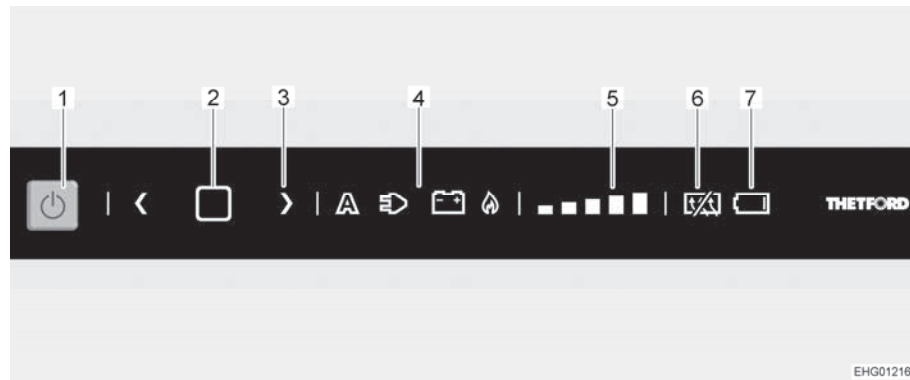

Bild 149 LED-Bedienfeld
- Taste Ein/Aus (Bild 149,1) 1 Sekunde lang drücken. Taste leuchtet blau auf. Zuletzt gewählte Einstellung leuchtet.
- Bestätigungstaste (Bild 149,2) 2 Sekunden lang drücken, bis das Energiequellensymbol (Bild 149,4) zu blinken beginnt.
- Durch Drücken einer Pfeiltaste (Bild 149,3) die gewünschte Energiequelle auswählen.
- Bestätigungstaste (Bild 149,2) drücken, um die Wahl zu bestätigen.
- Bestätigungstaste (Bild 149,2) erneut drücken. Die Kühlstufenanzeige (Bild 149,5) beginnt zu blinken.
- Durch Drücken einer Pfeiltaste (Bild 149,3) die gewünschte Kühlstufe auswählen.
- Taste Ein/Aus (Bild 149,1) ca. 2 Sekunden lang drücken. Alle Lampen erlöschen. Der Kühlschrank ist abgeschaltet.